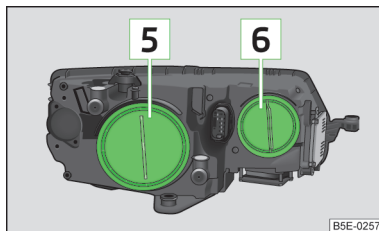

Fig. 221
- Detașați capacul din cauciuc **6** » fig. 221 la pagina 262.